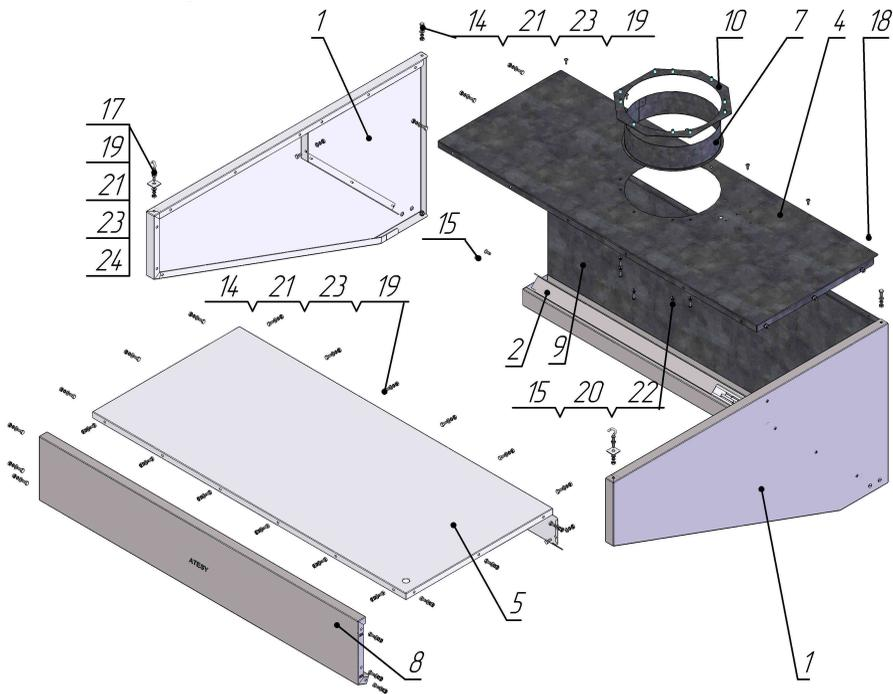
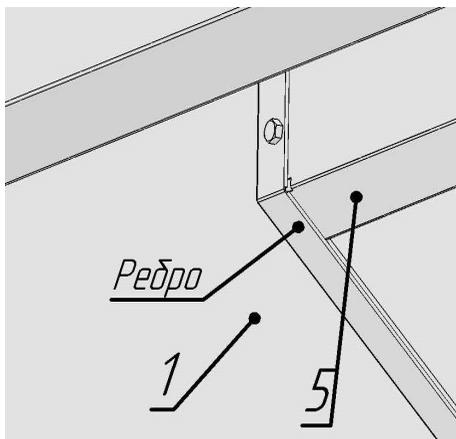

Рис.1
Рис.2
4.3.2. На два крючка поз. 17 (Рис. 1) навернуть гайки поз. 19 (Рис. 1) на расстояние ~ 30 мм от конца стержня. Взять стенку боковую поз. 1 (Рис. 1) и вставить крючок с гайкой в отверстие, закрепить комплектом крепежа поз.24* поз. 19, поз. 21, поз. 23 (Рис. 1).
4.3.3.Соединить крышку заднюю поз. 4 (Рис. 1) с крышкой передней поз. 5 (Рис. 1), закрепить комплектом крепежа поз. 14, поз. 19, поз. 21, поз. 23 (Рис. 1). Крышки в сборе соединить с панелью поз. 8 (Рис. 1) и закрепить крепежом поз. 14, поз. 19, поз. 21, поз. 23 (Рис. 1).
4.3.4. Крышки в сборе с панелью соединить со стенкой боковой поз. 1 так, чтобы ребро под 45° крышки передней поз. 5 лежало с внутренней стороны уголка стенки боковой поз. 1 (Рис. 2), и закрепить комплектом крепежа поз. 14, поз. 19, поз. 21, поз. 23 (Рис. 1). Крепление стенки задней поз. 9 (Рис. 1) произвести крепежом поз. 18, поз. 14, поз. 19, поз. 21, поз. 23 (Рис. 1). Установить жиросборник поз. 2 (Рис. 1), как показано на Рис. 1, и закрепить крепежом поз. 15, поз. 21, поз. 23 (Рис. 1). На собранную конструкцию установить вторую стенку боковую поз. 1 (Рис. 1), закрепить крепежом поз. 14, поз. 19, поз. 21, поз. 23 (Рис. 1). Затянуть весь крепёж с обеих сторон.
4.3.5. Установить каркас зонта в вертикальное положение (на одну из стенок боковых). Фиксатор поз. 10 (Рис. 1) надеть на патрубок поз.7 (Рис. 1) и соединить с каркасом зонта комплектом крепежа поз. 15, поз. 20, поз. 22 (Рис. 1).